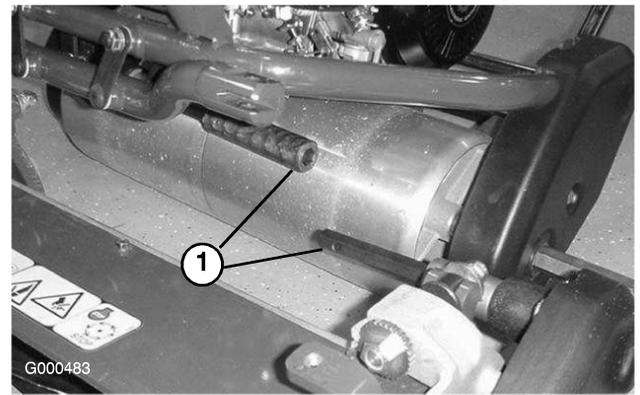

図 46
6. カuttingユニットを5 cmくらい引出し、次に右に引き出してトランスミッションのカップリング（図 46）を外す。